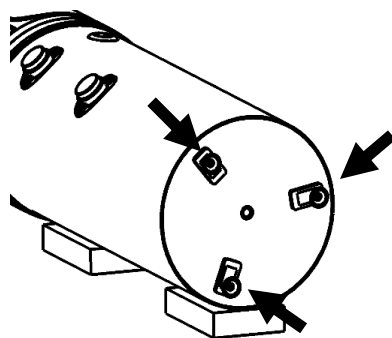

Fig. 2c;
- Montați tocurile reglabile la aparat * fig. 2c